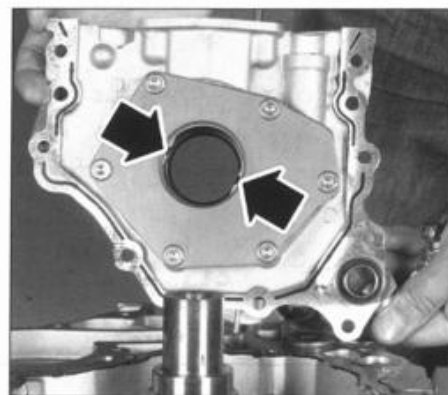

FIG. 18
- Colocar la bomba de aceite en el cigüeñal alineando los dos rebajes de la bomba con los del cigüeñal (fig. 18).